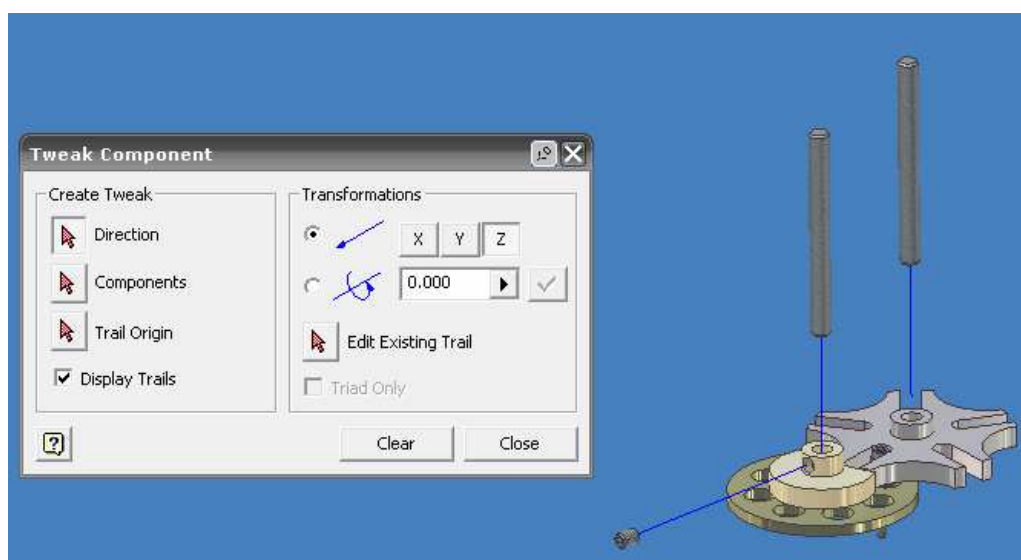

Figura 5.22 Desplazamiento lineal de ambos ejes.
9.-Realice la misma operación con el segundo eje a fin de obtener la figura 5.22.